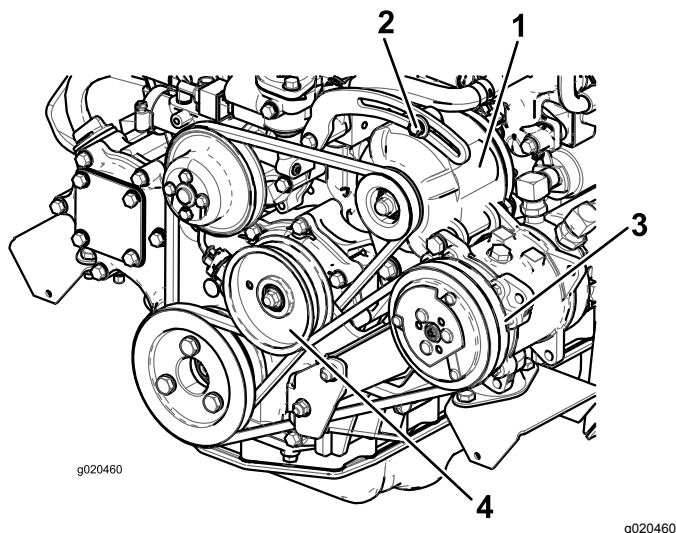

Figure 113
Si vous n'obtenez pas une flèche de 10 mm, desserrez les boulons de fixation de l'alternateur (Figure 113).
2. Si vous n'obtenez pas une flèche de 10 mm, desserrez le boulon de fixation de la poulie de tension (Figure 113). Augmentez ou diminuez la tension de la courroie du compresseur et resserrez le boulon. Contrôlez de nouveau la flèche de la courroie pour vérifier si la tension est correcte.
Vérifiez l'état et la tension de la courroie (Figure 113) toutes les 100 heures de fonctionnement.